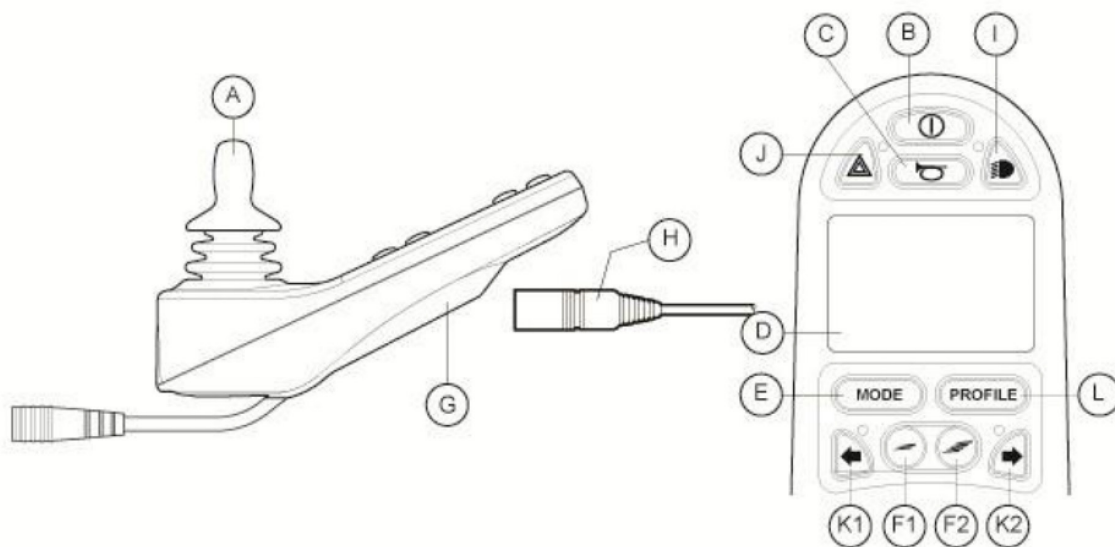
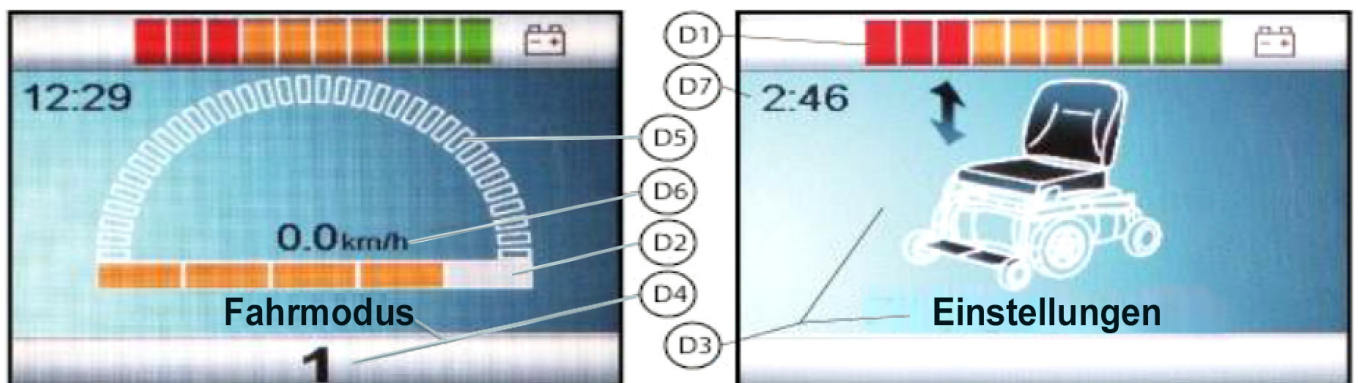

Abb. 1.2
Abb. 1.3
Um mit dem Rollstuhl fahren zu können oder um die elektrischen Einstellungen vornehmen zu können, muss die Steuerung eingeschaltet werden. Drücken Sie hierzu auf den Ein-/Ausschalter (B in Abb. 1.2).
Die Höchstgeschwindigkeit wird über den Geschwindigkeitsregler am Bedienteil eingestellt (F1 und F2 in Abb. 1.2). Auf dem Bildschirm gibt der Geschwindigkeitsbalken grafisch die Maximalgeschwindigkeit an (D2 in Abb. 1.3). Während der Fahrt wird die Geschwindigkeit mit dem Joystick eingestellt. Wird der Joystick nur ein kleines bisschen bewegt, dann ist auch die Geschwindigkeit gering.
Mit diesem Bedienteil können Sie mehrere Fahrprofile nutzen. So kann ein Fahrprofil für die Verwendung in der Wohnung den Stuhl „ruhig“ reagieren lassen. Für draußen ist es möglich, den Rollstuhl „temperamentvoller“ einzustellen. Der Name des aktuellen Profils steht unter dem Geschwindigkeitsbalken (D4 in Abb. 1.3). Mit R-Net ist es möglich, innerhalb jedes Profils die Geschwindigkeit zu regeln.
Zum Ändern des Profils muss die „Profile“-Taste gedrückt werden (L in Abb. 1.2). Drücken Sie auf die „Profile“-Taste, bis das gewünschte Profil ausgewählt wurde.
- Gehen Sie in den Modus „Einstellungen“, indem Sie die Taste „Mode“ drücken (E in Abb. 1.2). Die Steuerung befindet sich jetzt im „Einstellungsmodus“. Es ist jetzt nicht mehr möglich zu fahren.
- Beleuchtung (I in Abb. 1.2)
- Warnlicht (J in Abb. 1.2)
- Blinker (K1 & K2 in Abb. 1.2)